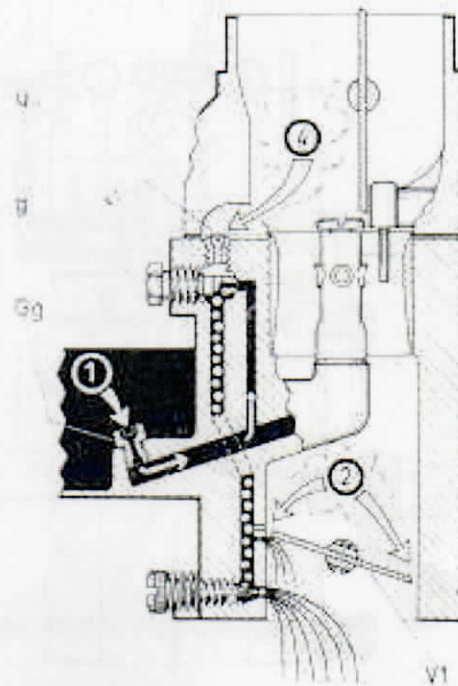

Abb. 10 Wirkungsweise beim Leerlauf (4)
Bei den meisten Vergaserausführungen (Abb. 10) fließt der Kraftstoff aus der Schwimmerkammer über den **Hauptdüsenträger (Y)** und die darin eingeschraubte **Hauptdüse (Gg)** in den **Mischrohrträger (c)**, der inmitten des **Lufttrichters (K)** steht.